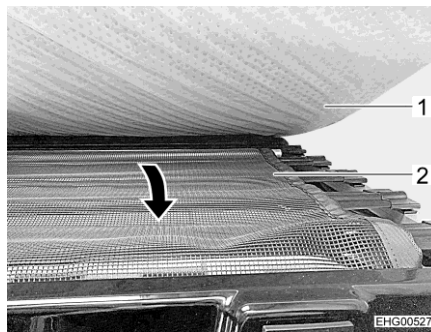

Bild 57 Skyddsnät
- Dra ut skyddsnätet (Bild 57,2) under madrassen (Bild 57,1) och spänn det över åtkomstöppningen.